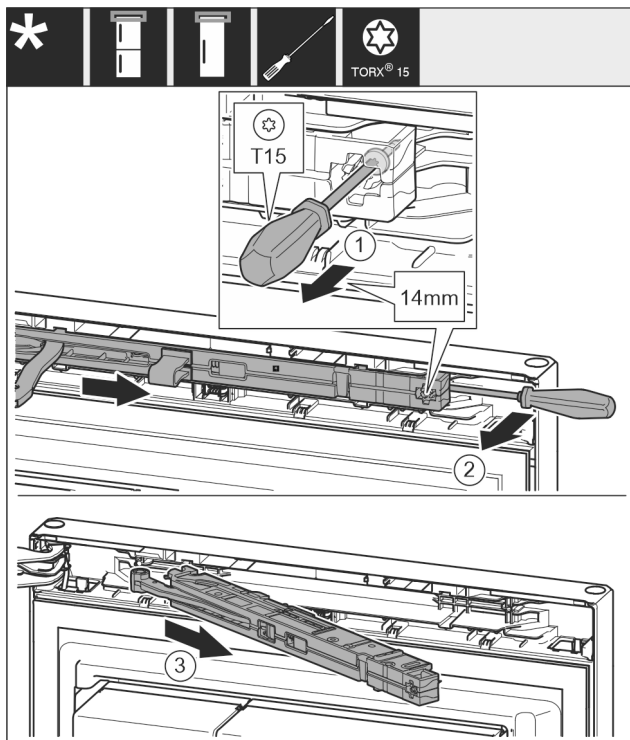

Fig. 10
- ▶ Desfaceți aprox. 14 mm șurubul de la unitatea amortizorului de închidere cu șurubelnița T15. Fig. 10 (1)
- ▶ Introduceți o șurubelniță pe partea mânerului în spatele unității amortizorului de închidere și rotiți unitatea spre înainte. Fig. 10 (2)
- ▶ Extrageți unitatea amortizorului de închidere. Fig. 10 (3)